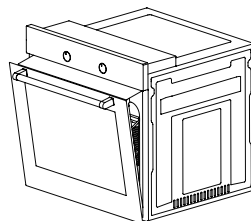

Figura 17
2. Coloque las dos lengüetas de fijación en la protección térmica en las dos ranuras debajo del panel de control, luego fíjelas en el sitio entre el horno y la puerta interior cerrando la puerta cuidadosamente. (figura 17)